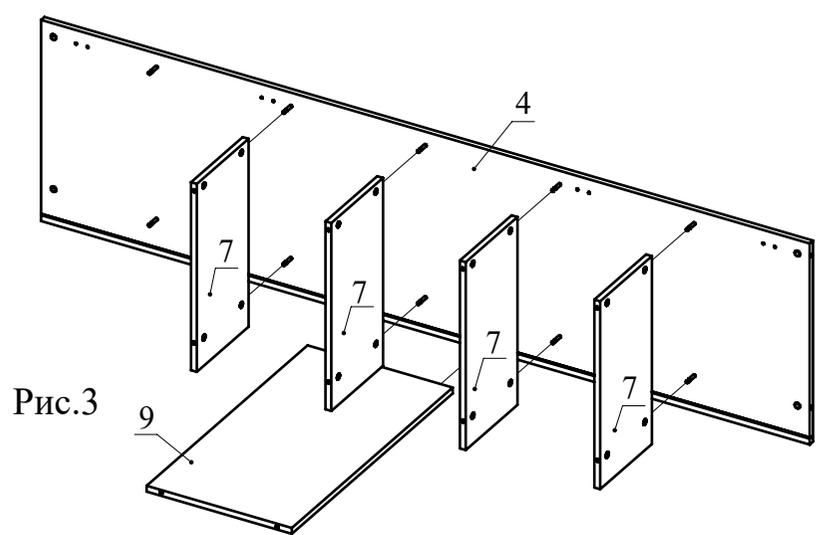

Рис.3
3. Установите детали 7 (4шт.) и 9 на деталь 4 и зафиксируйте, повернув конфирматным ключом головки минификсов по часовой стрелке до упора (Рис. 3).